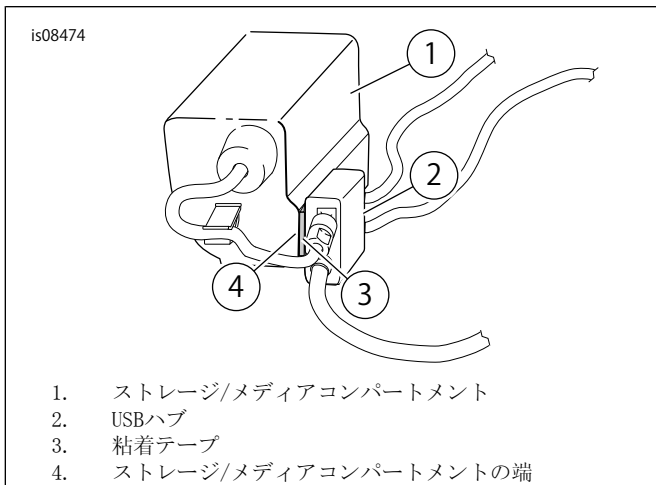

図3。USBハブの取り付け
5. USBハブ(2、図3)が、ストレージ/メディアコンパートメント(4)の端に来るように配置します。図参照。取り付け面を、50～70%イソプロピルアルコールと30～50%の蒸留水を混合した液体で清掃してください。完全に乾燥させる。粘着テープ(3)の裏紙をはがします。しっかりと押しつけてUSBハブを固定します。